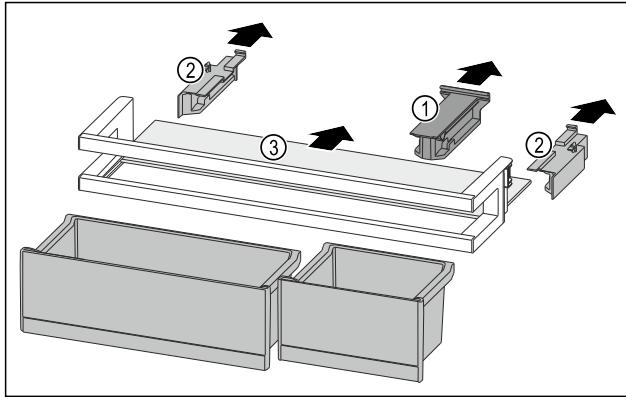

Fig. 132
- ▶ Halteteil Fig. 132 (1) abziehen.
- ▶ Seitenteile Fig. 132 (2) abziehen.
- ▶ Abstellfläche Fig. 132 (3) entnehmen.